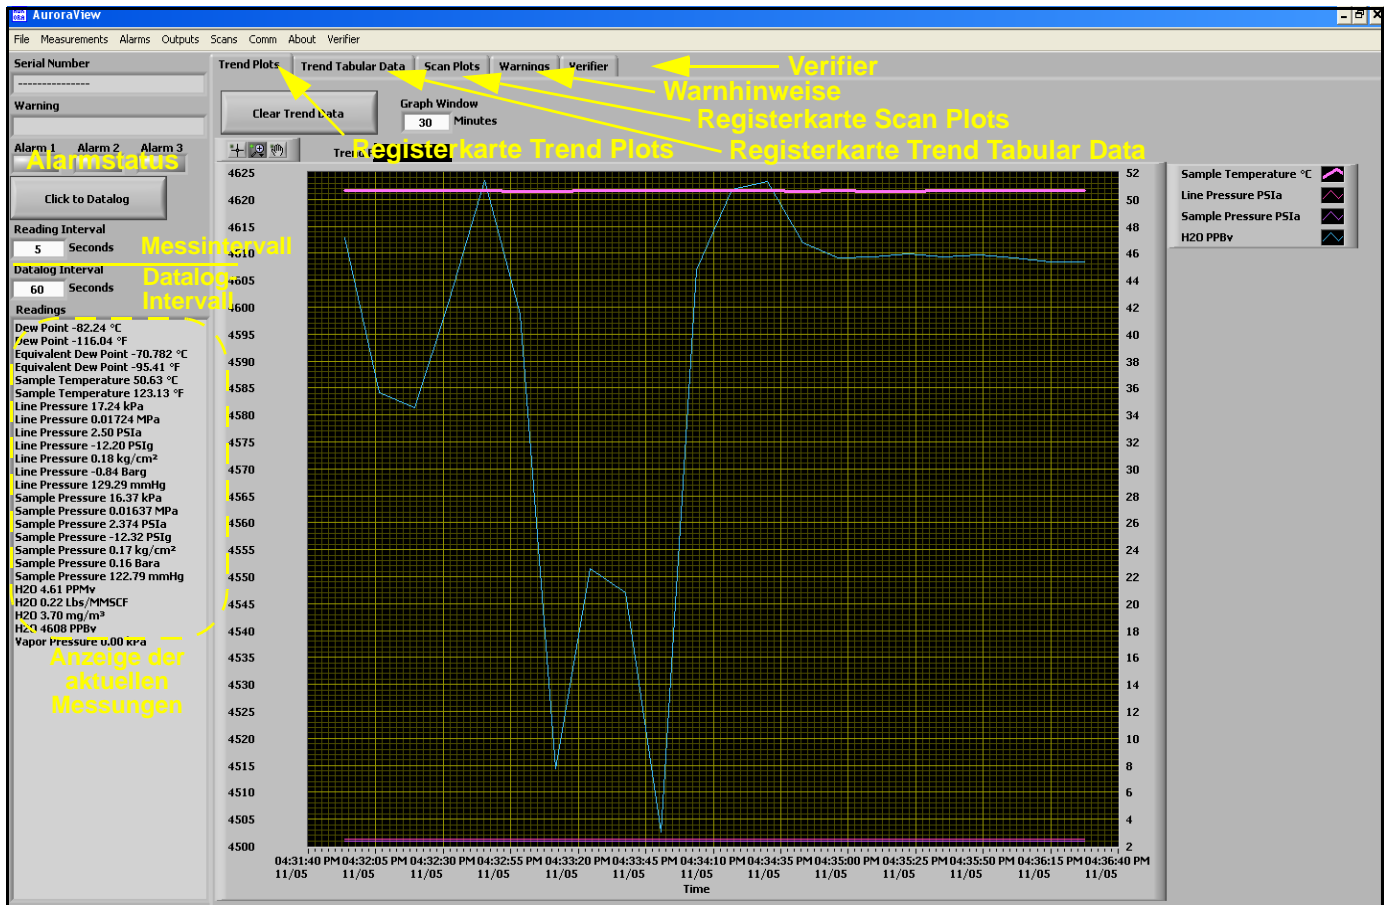

Abbildung 37: Hauptbildschirm von AuroraView
2. AuroraView wird gestartet und zeigt einen Bildschirm an, der Abbildung 37 ähnelt.